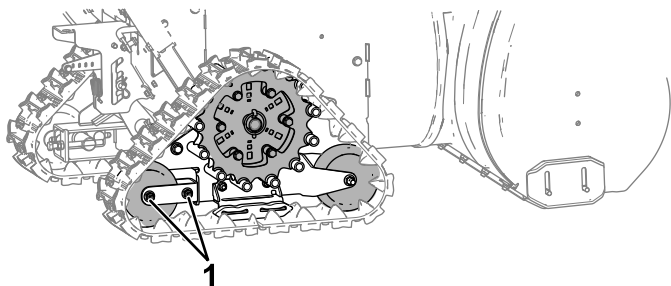

Figura 26
- A. Slăbiți ușor piulele de pe furca rolei din spate (Figura 26).